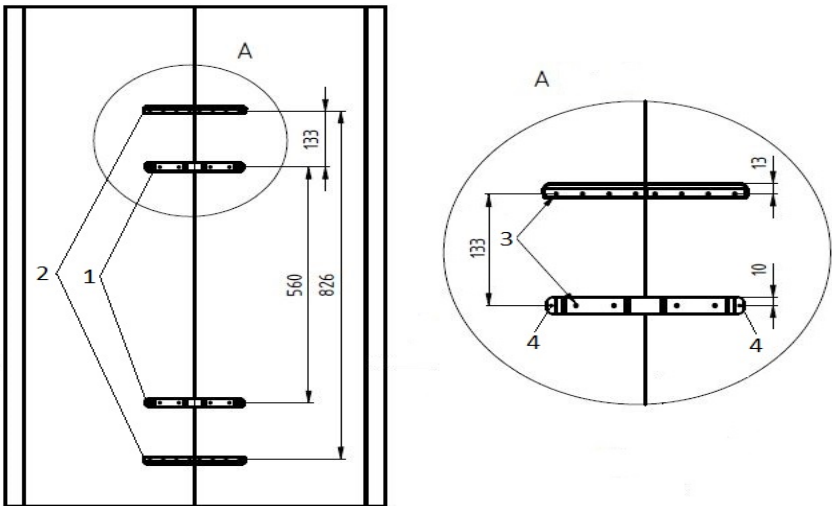

Abb. 3.3 Anordnung der Montagebügel, Eckversionen des VitalSun-Strahlers.
1. Befestigen Sie die Halterungen mit den Montageschrauben (Pos. 3, Tab. 3.2) an der Wand gemäß der in der Zeichnung (Abb. 3.3) dargestellten Anordnung. Achten Sie darauf, die Halterungen zu nivellieren. Achten Sie darauf, dass das Gewicht des Heizstrahlers nicht allein auf den Wandplatten lastet.